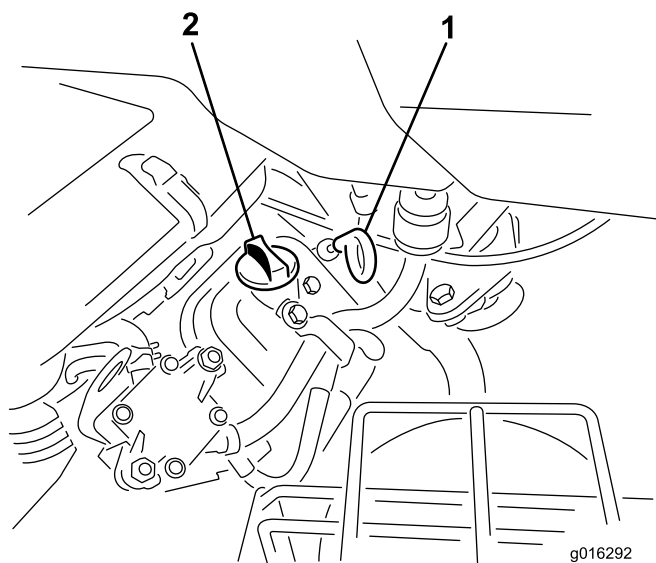

Figure 27
2. Dévissez la jauge et essuyez-la avec un chiffon propre. Revissez la jauge dans le tube en vérifiant qu'elle est enfoncée au maximum (Figure 27).